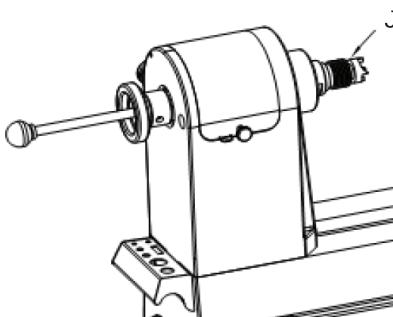

Рис. 5
5. Четырехзубцовый поводковый патрон передней бабки (J на рис. 5). Используется для токарной обработки в центрах. Извлечь поводковый патрон, выбив его из шпинделя с помощью специального стержня, вставляемого с задней стороны шпинделя.